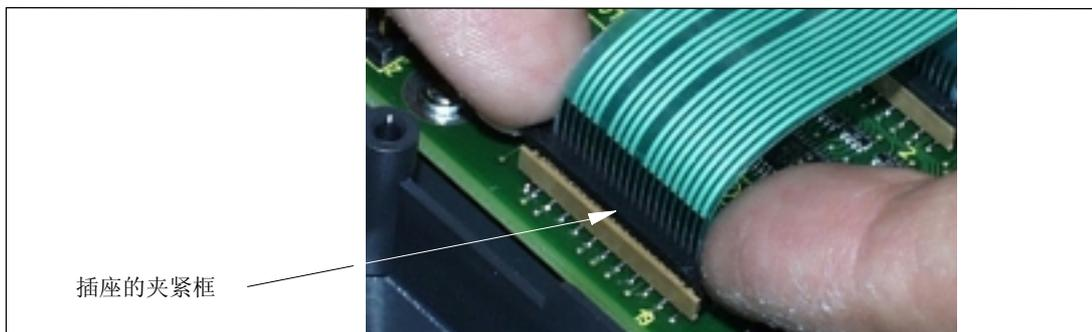

图 8-14 更换前面板：松开薄膜接头
- 向上压，使插座上的黑色夹紧框松开，直至到达上部未卡住位置（图 8-14）。